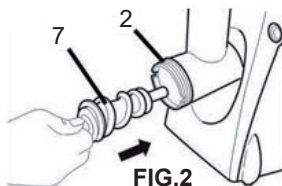

FIG.2
Contrôler que le joint en téflon et la rondelle métallique sont montés sur la vis sans fin (7) et qu'ils sont en bon état. Dans le cas contraire, les remplacer. Insérer la vis sans fin (7) dans la goulotte d'alimentation en le fixant sur l'axe moteur (fig.2). Positionner le plateau récupérateur de pulpe (16) sur la goulotte d'alimentation.
Effectuer les opérations indiquées au paragraphe « utilisation broyeur tomates » jusqu'à l'illustration de la fig.2.